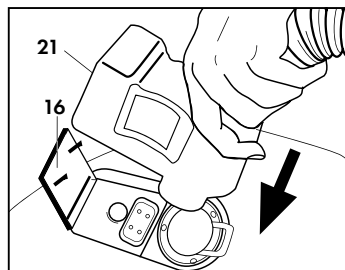

Fig. 10
Cerrar la tapa de la toma accesorios (16) sobre el cuerpo del enchufe rápido asegurándose de que las dos partes se acoplen. (Fig. 10)